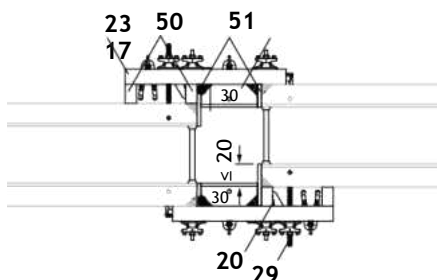

Fig. A10.01
- Изравняващ ригел TAR 85 (23)
- Анкериреща кука DW 15/400 (29)
- Компенсация доставена от изпълнителя (50)
- Вложка (51)
- Елемент TR 30 (17)
- Допълнителна BFD (20) от 12 cm
- (Fig. A10.01)